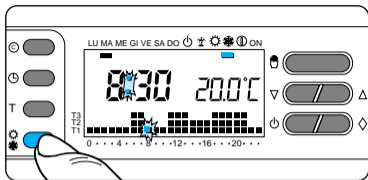

Fig. 35
6.2 - Cerciórese de que el segmento correspondiente al programa de calefacción  esté activo. De ser necesario, pulse el botón  (fig. 35).